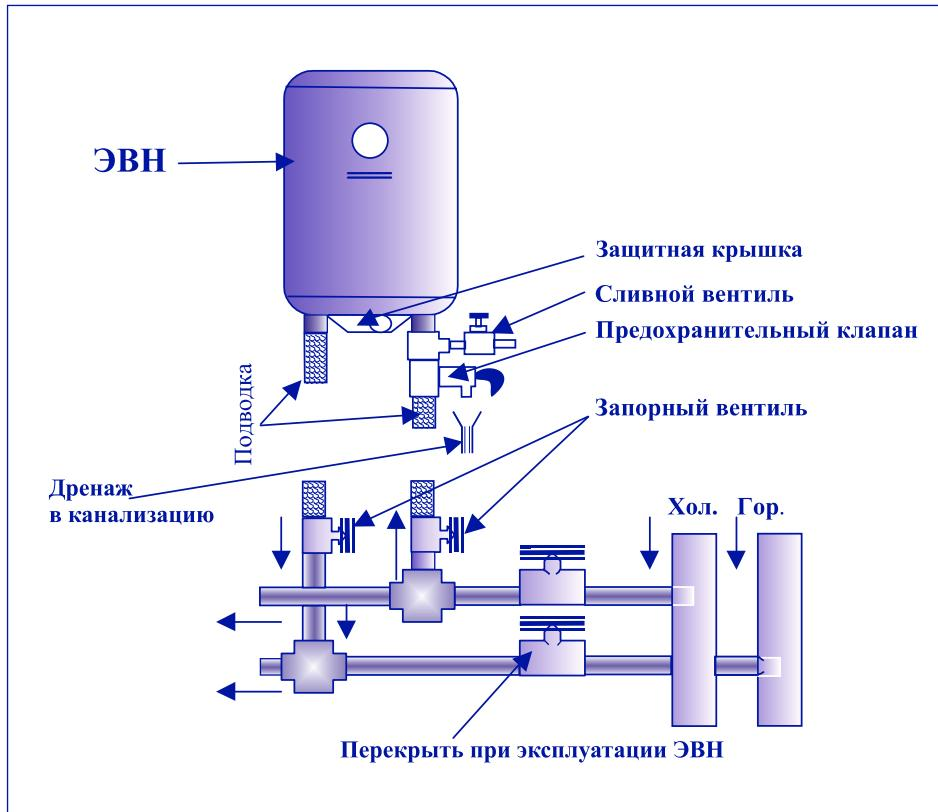

Рис. 1. Схема подключения ЭВН к водопроводу
Подключение к водопроводной системе производится в соответствии с Рис.1 при помощи медных , пластмассовых труб или специальной гибкой сантехподводки. При монтаже не допускается чрезмерных усилий во избежание повреждения патрубков, стеклофарфорового покрытия внутреннего бака ЭВН.
**Примечание:** для облегчения обслуживания ЭВН в процессе эксплуатации рекомендуется установка сливного вентиля (не входит в комплект поставки ЭВН) в соответствии с Рис.1. Если давление в водопроводе превышает 0,6 МПа, то на входе перед предохранительным клапаном необходимо установить соответствующий редукционный клапан (не входит в комплект поставки ЭВН ).